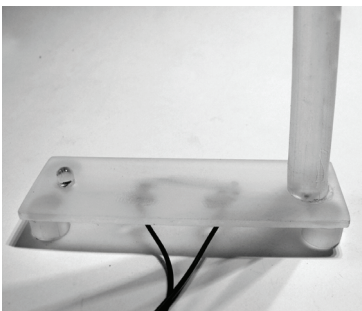

Fig.: 13
2.7.1.- En la perforación de un extremo de la barra de plástico se pone un poco de cola y rápidamente se coloca y apriete la varilla sobre uno de los LED. Mantener sujeta hasta que la cola se enfríe y suelde. A continuación repetir la operación con el otro extremo. Fig.13